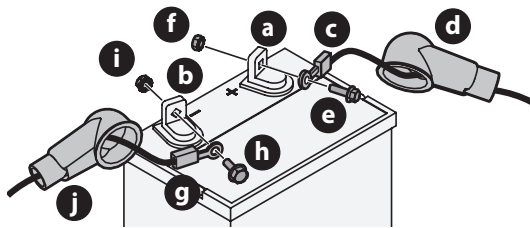

Fig. 4
NOTA: el terminal positivo de la batería está marcado como Pos. (+) (a). El terminal negativo de la batería está marcado como Neg. (-) (b) (Fig. 4).
NOTA: si el cable positivo de la batería (c) ya está conectado, siga con el paso 4 (Fig. 4).
2. Deslice el manguito rojo (d) desde el terminal positivo de la batería (a) y fije el cable rojo (c) al terminal positivo de la batería (a) con el perno (e) y la tuerca hexagonal (f) (Fig. 4).
3. Coloque el manguito rojo (d) sobre el terminal positivo de la batería (a) para aislarlo y ayudar a protegerlo de la corrosión (Fig. 4).
4. Deslice el manguito negro (j) desde el terminal negativo de la batería (b) y fije el cable negro (g) al terminal negativo de la batería (b) con el perno (h) y la tuerca hexagonal (i) (Fig. 4).
5. Coloque el manguito negro (j) sobre el terminal negativo de la batería (b) para aislarlo y ayudar a protegerlo contra la corrosión (Fig. 4).